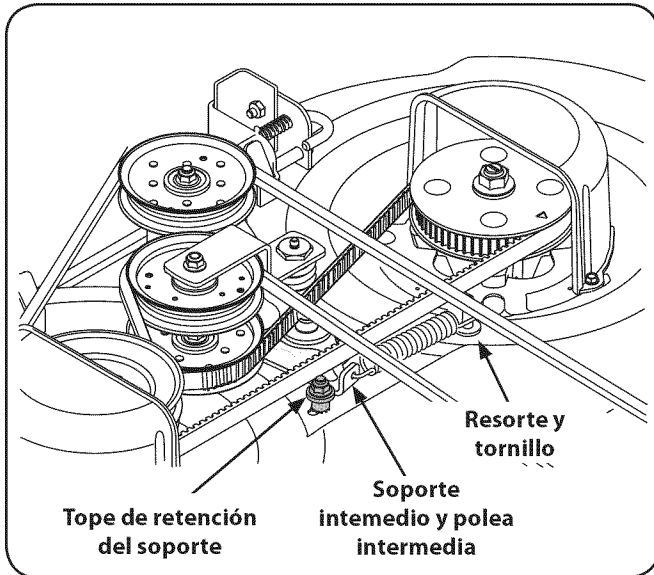

Figura 7-5
7. Enlace la nueva correa de sincronización y pásela entre la polea de transmisión que está en la parte superior del conjunto del husillo que está a la derecha y la cubierta del husillo. Baje la correa hasta que quede floja alrededor de la polea de sincronización derecha. Vea la Figura 7-5.
- Saque la plataforma del tractor. Saque el tope de retención del soporte intermedio. Vea la Figura 7-5.